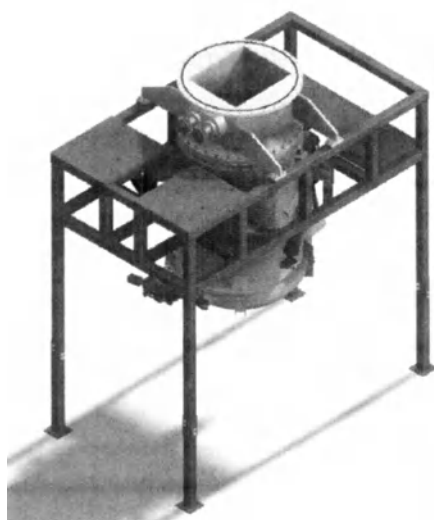

Рисунок 7
- ◆ Поднимите камеру измельчения к камере стерилизации; между двумя фланцами обязательно установите уплотняющее кольцо concentрично с фланцами; расстояние между центрами не должно быть более 3 мм. Также обязательно следуйте чертежам и учитывайте нумерацию деталей во время сборки, чтобы обеспечить корректность направления установки камеры измельчения. (Рис. 7)